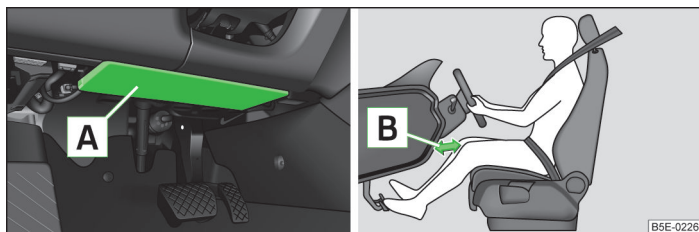

Fig. 166 Airbag ginocchia del conducente sotto il piantone dello sterzo
L'airbag ginocchia conducente **[A]** è collocato nella parte inferiore della plancia sotto il piantone sterzo » **fig. 166**.
- Regolare il sedile del conducente in maniera tale che la distanza tra le gambe **[B]** e la plancia nel settore dell'airbag delle ginocchia sia pari ad almeno 10 cm » **fig. 166**. Nel caso in cui per motivi di corporatura non sia possibile rispettare tale condizioni, rivolgersi a un'officina autorizzata.